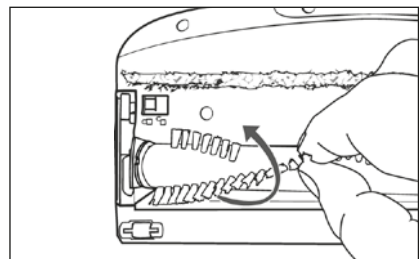

Fig. 25
- 3) Retirez le rouleau brosse **20** par les poils de la brosse de sol **21**. Tournez légèrement le rouleau brosse **20** pour pouvoir le retirer plus facilement (voir fig. 25).